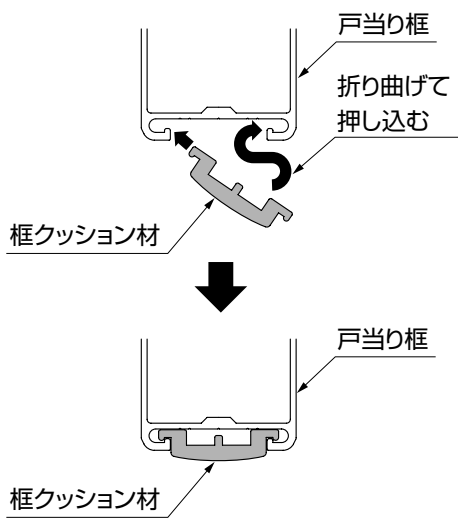

図7-2
- ② 切断した框クッション材を戸当り框に取付けてください。(図7-2参照)